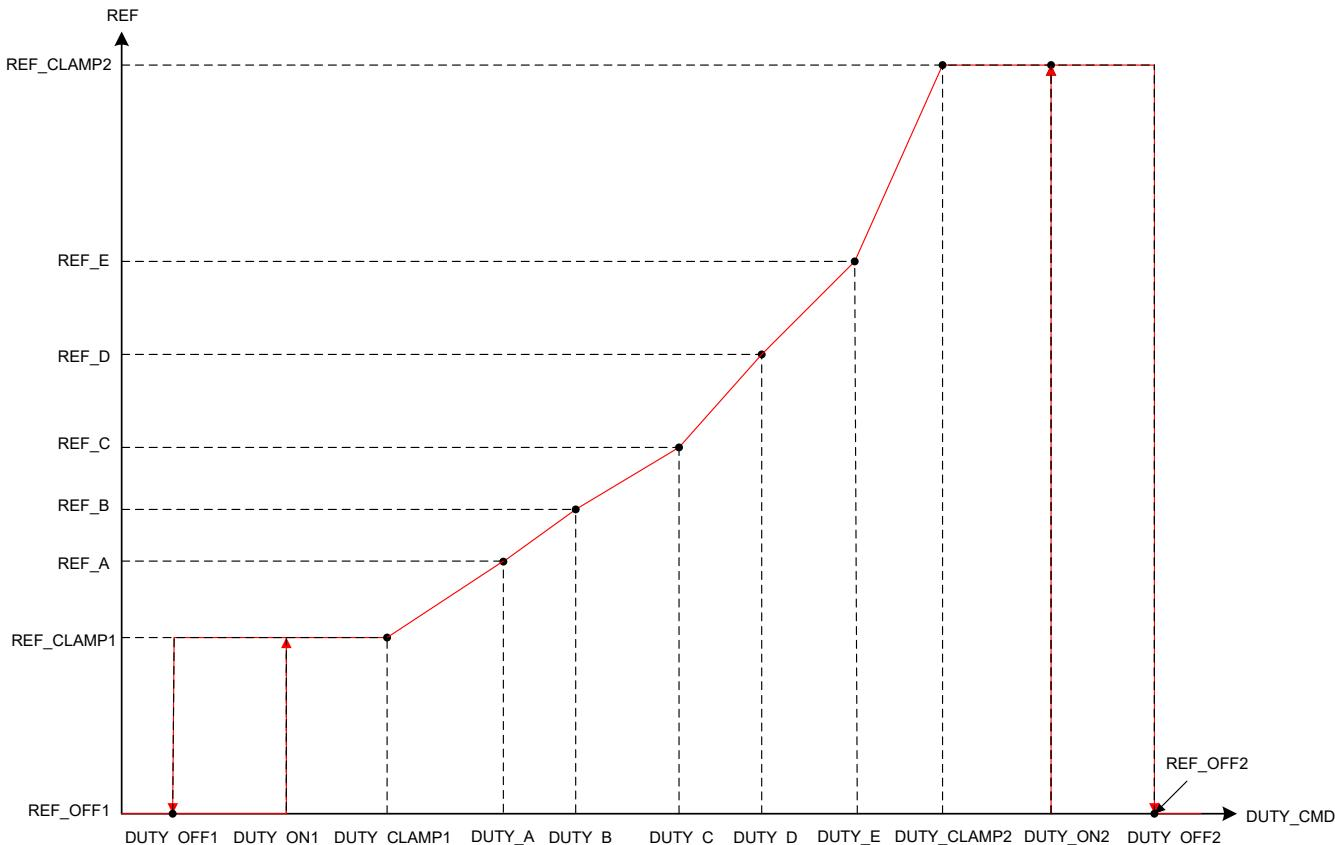

図 7-10. リニア制御プロファイル
- DUTY\_OFF1 と DUTY\_ON1 は、リファレンス制御入力 REF\_CLAMP1 および REF\_OFF1 間を遷移する際のヒステリシスを設定します (図 7-10 を参照)。
- DUTY\_A は、リファレンス REF\_A のデューティ・コマンドを設定します。DUTY\_CLAMP1 と DUTY\_A の間で、リファレンスは REF\_CLAMP1 から REF\_A まで直線的に変化します DUTY\_A から DUTY\_E は、図 7-10 と同じ順序である必要があります。
- DUTY\_OFF2 と DUTY\_ON2 は、リファレンス制御入力 REF\_CLAMP2 および REF\_OFF2 間を遷移する際のヒステリシスを設定します (図 7-10 を参照)。